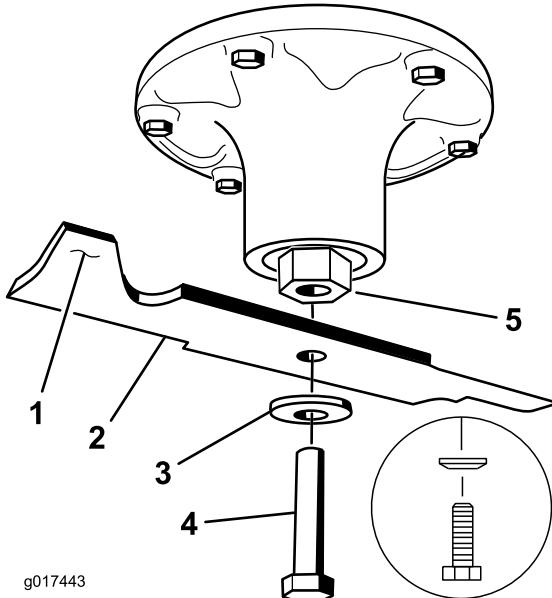

Figura 109
2. Retire del eje el perno de las cuchillas izquierda y central, la arandela curva y la cuchilla (Figura 109).
2. Instale la cuchilla derecha, la arandela curva y el perno de la cuchilla (perno con rosca a izquierdas) en el eje (Figura 109 y Figura 110).
1. Instale las cuchillas izquierda y central, las arandelas curvas y los pernos de las cuchillas en los ejes (Figura 109 y Figura 110).
Nota: Asegúrese de que el cono de la arandela curva esté orientado hacia la cabeza del perno (Figura 109).